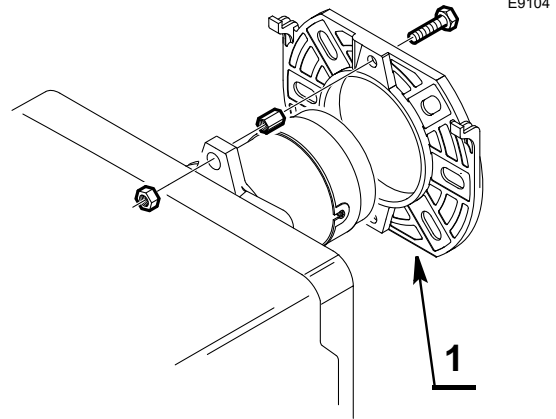

Abb. 7
- Die Schraube und die beiden Muttern am Flansch 1) montieren (siehe Abb. 7).